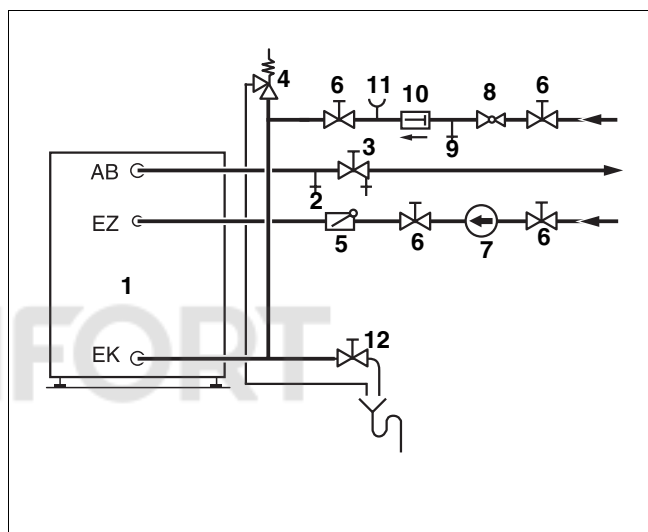

Рис. 3 Монтаж трубопроводов и арматуры
Монтаж трубопроводов и установку на них арматуры необходимо проводить в соответствии с (рис. 3), учитывая существующие нормы и правила. Все соединения на баке-накопителе должны быть резьбовыми.
- Установить вентиль для продувки и спуска воздуха в трубопровод горячей воды перед запорным вентиляем (рис. 3).